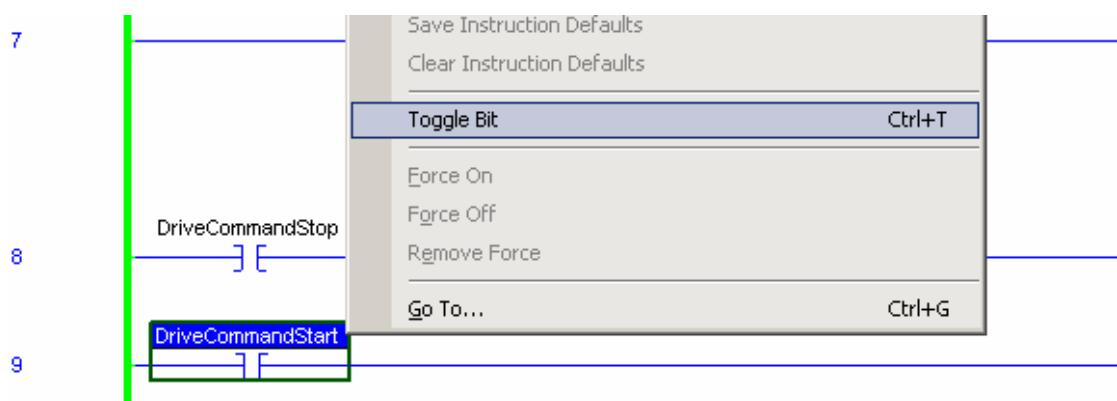

图 4-36 起动变频器
35. 将标签 DriveReference 值设为 10000, 即将变频器预定频率设为 33.57Hz。右键单击 DriveCommandStart, 并选择 Toggle Bit (触发该位), 起动控制程序, 如图 4-36 所示。变频器以设定频率 30Hz 运行。